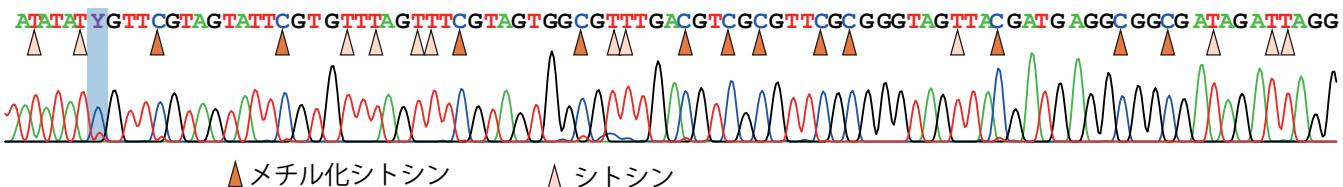
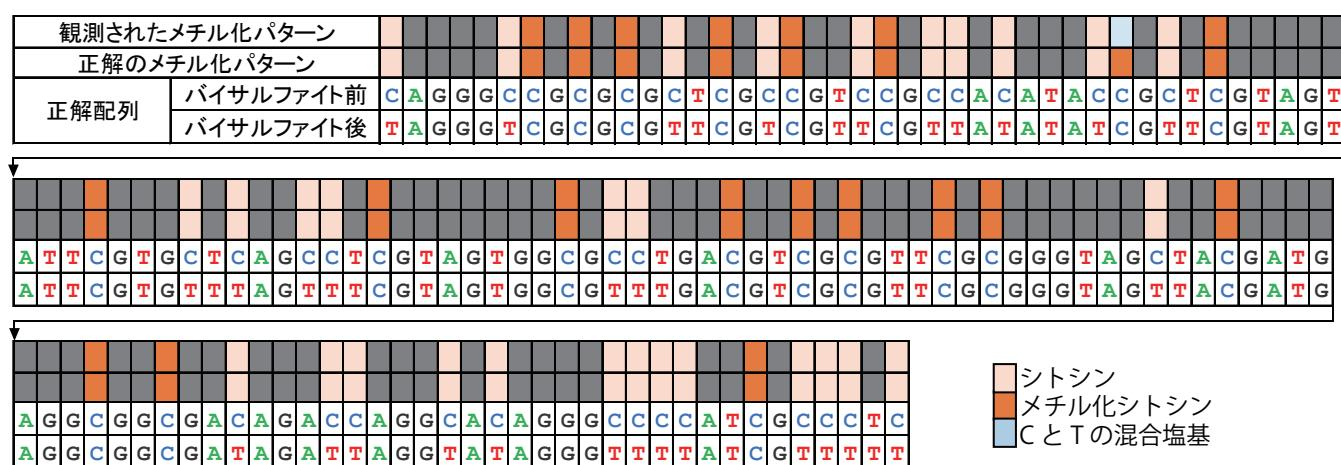

図1:バイサルファイト処理後の代表的な波形データ
図2:観測されたメチル化シトシンの位置
始めに、HCT116のゲノムDNAをバイサルファイト処理し、精製と定量を行いました。ここでメチル化されていないシトシンはウラシルに変換されます。次に、ヒトMLH1遺伝子の転写開始点上流領域をPCRで増幅しました。このPCR増幅により、ウラシルはチミンに変換されますが、メチル化されたシトシンはシトシンのままとなります。MLH1遺伝子はミスマッチ修復に関連する遺伝子であり、HCT116ではプロモーター部位が強くメチル化されています。次に、得られたPCR産物とBigDyeTM Terminator v3.1 Cycle Sequencing Kit (Applied BiosystemsTM) を用いてサイクルシーケンス反応を行いました。サイクルシーケンス反応はフォワードプライマーとリバースプライマーのそれぞれを用いて行いました。最後にそれぞれの反応産物をDS3000で分析しました。得られた結果の一部を図1に示します。ウィンドウ全体で良好な波形が確認されました。波形データの7塩基目にシトシン (C) とチミン (T) の混合塩基 (Y) が認められます。これは、一部のDNA分子に残存したシトシンに由来すると推定されます。次に検出されたメチル化シトシンの位置を図2にまとめました。解析部位には、CpG methylaseの基質となるCpG配列が20個存在します。そのうち、上述の1個を除いた19個においてメチル化シトシンに由来するピークが確認されました。